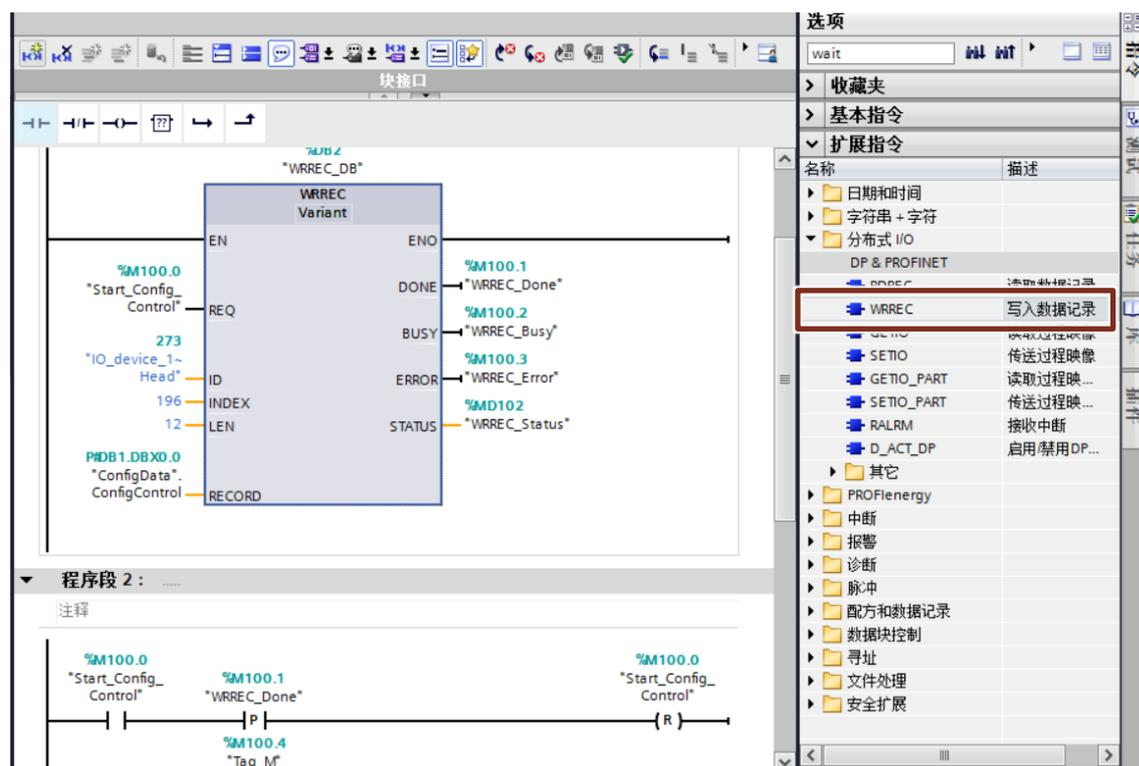

图 3-9 调用 WRREC 指令
5) 在 OB1 中调用写入数据记录 WRREC 指令，填写相关参数，见图 3-9。